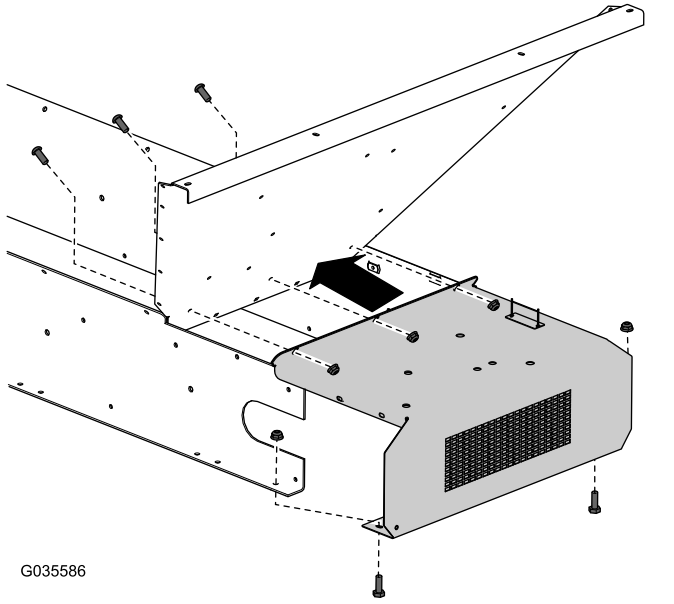

Figure 9
8. Posez la nouvelle protection de rinçage (Figure 9).